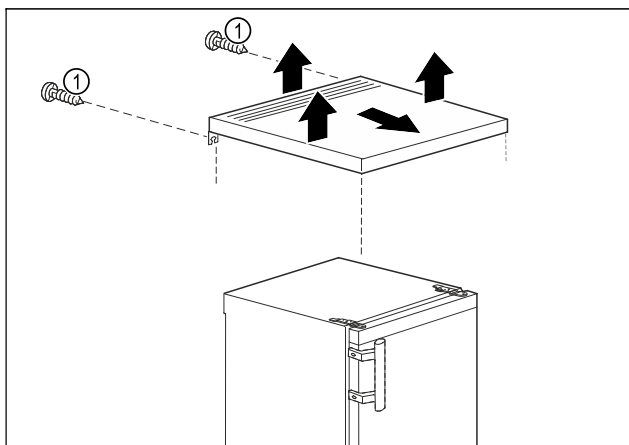

Fig. 9
- Schrauben Fig. 9 (1) an der Rückseite entfernen.